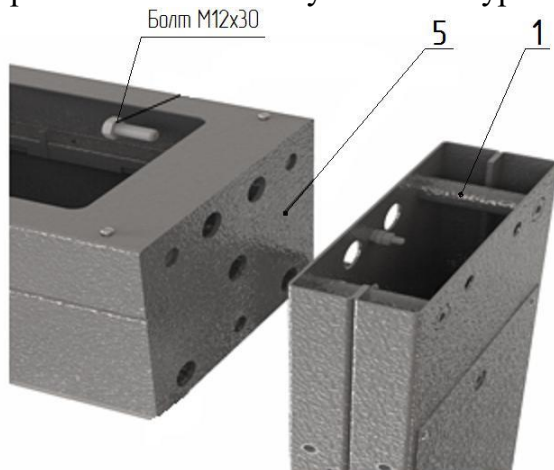

Рис. 1 Соединение стойки крыла прохода **1** с рамой привода **5**
1. Сборка турникета (рис. 1, 2, 3):
– положите на пол, предварительно постелив лист картона, на боковую плоскость раму привода **5** (рис. 1), рядом аналогично положите две стойки крыла прохода **1** и **2**; состыкуйте указанные элементы друг с другом присоединительными элементами и закрутите по три болта М12 с каждой стороны; поставьте собранный портал вертикально на месте установки турникета.